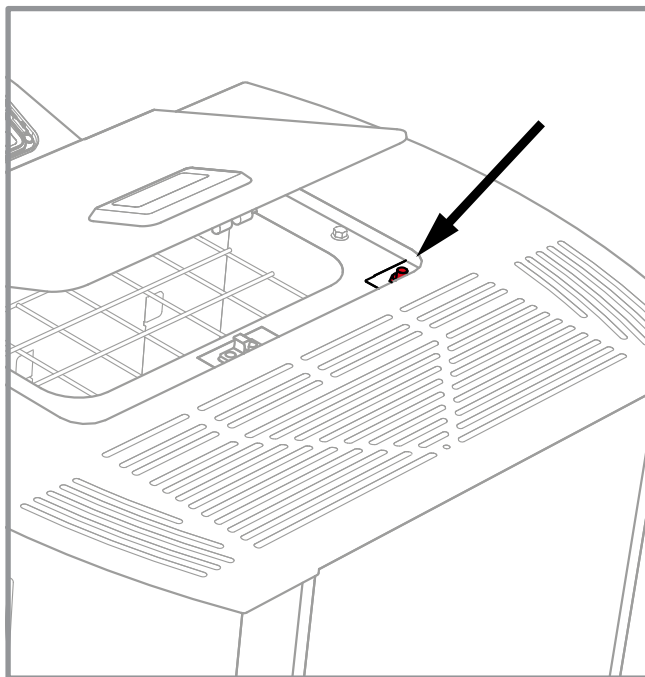

figure 19 - Contact sécurité couvercle
- ☞ **Veiller à bien refermer le couvercle du réservoir après avoir chargé les granulés. Un contact de sécurité vérifie la fermeture (figure 19) et met en alarme le poêle si le couvercle est laissé ouvert pour une période supérieure à 60 secondes.**